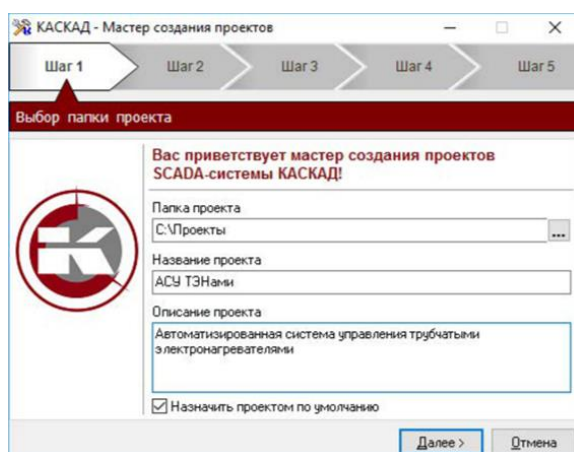

Рис. 1.2. Первый шаг создания проекта
1. На первом шаге необходимо **указать путь к файлу проекта** (выбрать Папку проекта), задать название проекта и его описание (рис. 1.2). При установке флажка «Назначить проектом по умолчанию» существующий проект будет открываться по умолчанию при запуске всех модулей SCADA-системы КАСКАД.